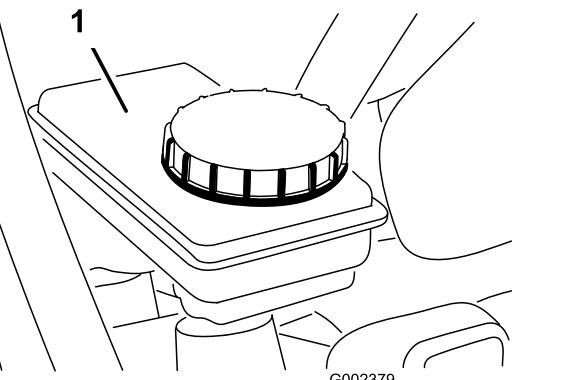

図 25
- 液量が不足している場合には、まず補給口周辺をきれいに拭き、キャップをはずして、所定のブレーキオイルを適正量まで補給する図 25。